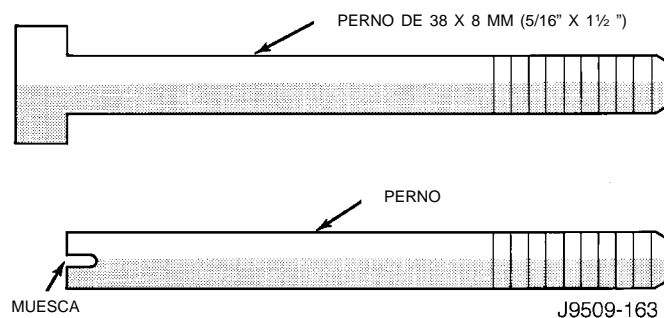

Fig. 37 Fabricación de pernos de alineación
(1) Fabrique 4 pernos de alineación utilizando pernos de 38 x 8 mm (5/16 x 1 1/2 pulg.). Corte la cabeza de los pernos y realice una muesca en la parte superior del perno. Esto facilitará la instalación y el desmontaje con un destornillador (Fig. 37).